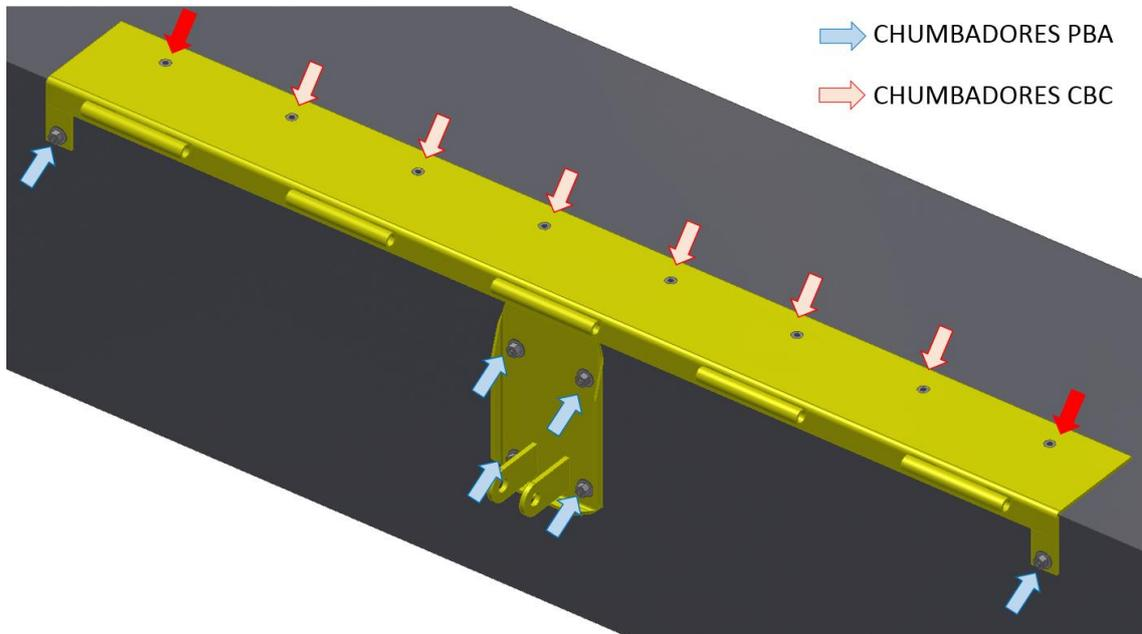

Figura 4: Pontos de aplicação dos chumbadores.
-Utilizar a broca de 10mm para fazer os pré-furos nos locais indicados na Figura 4, iniciando pelas furações indicadas pelas setas vermelhas. Após fazer a furação no primeiro furo, utilizar o próprio parafuso do **CHUMBADOR CBC** como pino trava para manter a chapa de fixação imóvel. Após fazer a furação no furo do lado oposto também deve-se realizar o travamento;